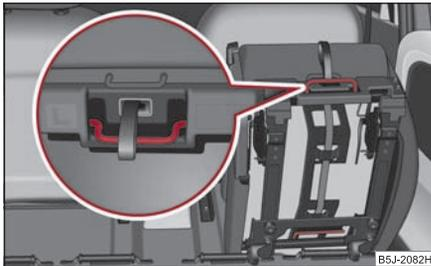

Abb. 70 Tragegriff an der Sitzfläche
- Nehmen Sie den Sitz mit dem Tragegriff an der Sitzfläche heraus ⇒ Abb. 70.